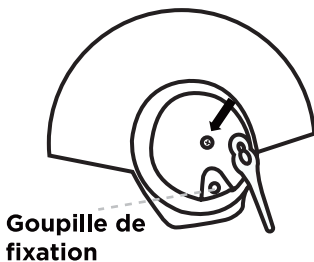
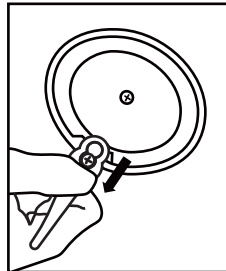

Fig. 4
Fig. 5
- b.** Alignez la lame en plastique avec la broche de fixation. (Fig. 4) Accrochez la lame sur la broche de fixation. (Fig. 5)